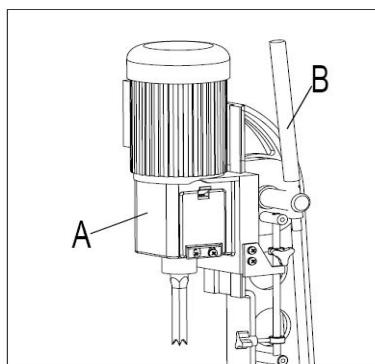

Rys. 2 Rys. 3
6. Złoż piastę zespołu uchwytu (A) Zobacz rysunek 2